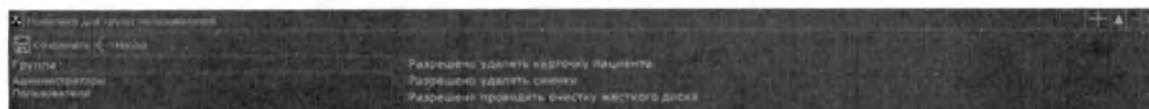

Рис. 160 Внешний вид окна "Политика групп"
- Группа пользователя задается при создании новой учетной записи. Права группы устанавливаются пользователем группы Сервисные инженеры во вкладке «Политика групп» (Рис. 160 Внешний вид окна "Политика групп")